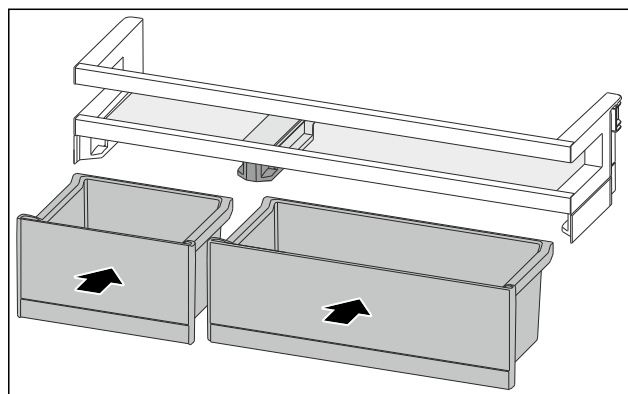

Fig. 82
- Installer les VarioBoxes dans l'agencement inverse. (voir Fig. 82)